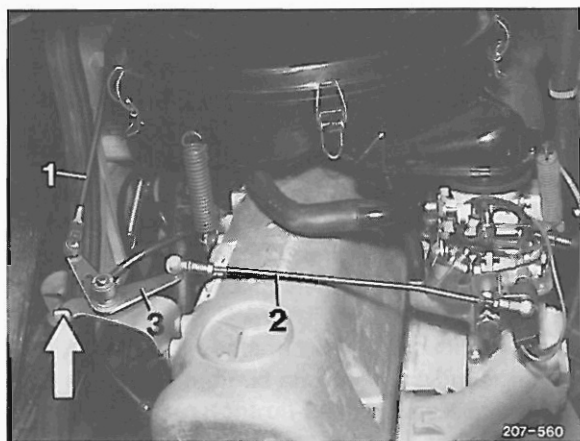

Bild 164
Grundmaß-Regulierstange ¹⁾ (Bild 164, Pos. 2).
3 Umlenkhebel (3) mit eingehängter Regulierstange (2) und Fahrpedal auf Vollgasanschlag drücken (Bild 164 und 165).